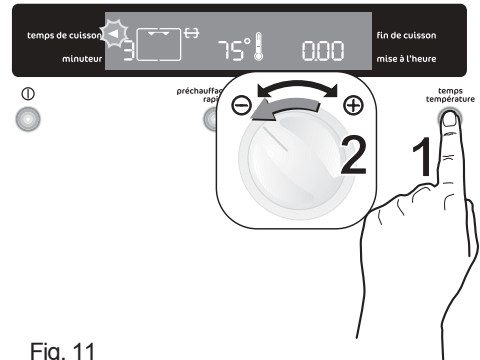

Fig. 11
2. Appuyez sur la touche "**Temps**" pour sélectionner la fonction "**Temps de cuisson**". Le voyant "**temps de cuisson**" clignote et «0.00» s'affiche (Fig. 11).